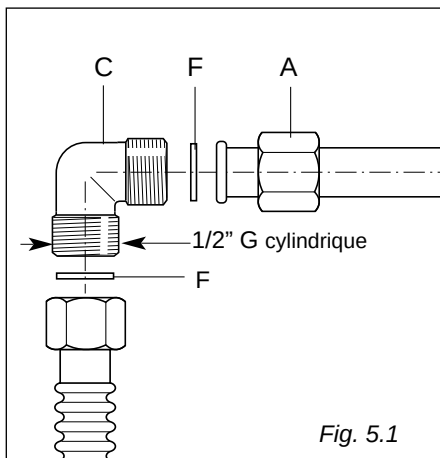

Fig. 5.1
Le groupe raccordement (fig. 5.1) se compose de:
- ✓ Le joint **F** (fig. 5.1 - 5.2) est l'élément de garantie de l'étanchéité du branchement au gaz.